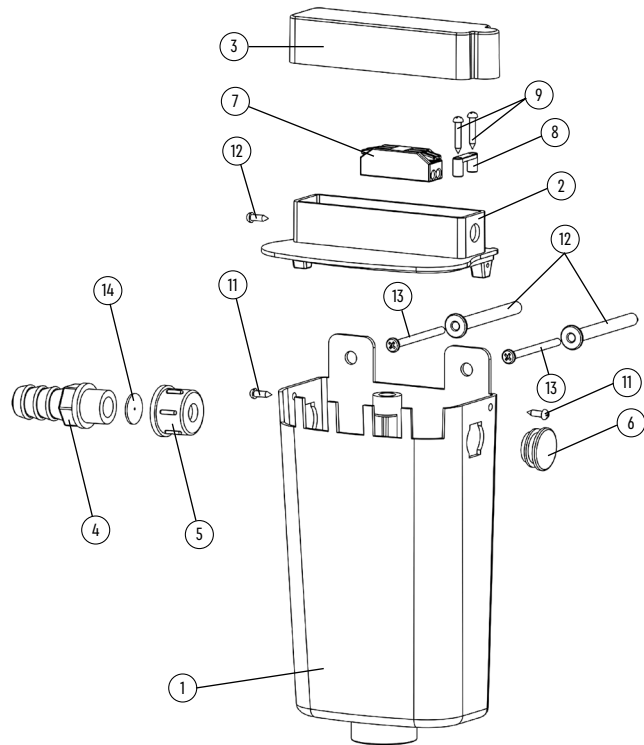

Рисунок 1.
3.4.2. Зніміть кришку (3) «Рисунок 1» після видалення бічного гвинта (10).
1.4. Випаровувач Конденсату не повинен бути заживлений постійним струмом. Рисунок 1.
Даний пристрій був розроблений для роботи з конденсатом, який надходить з кондиціонера через штуцер (4) (рисунок 1). Зазначений штуцер може бути розміщений в будь який з двох отворів на корпусі Випаровувача, вибір якого буде залежати від того, де знаходиться вихідний патрубок (дренажна трубка) від кондиціонера. А в інший отвір підключаємо зливний патрубок для відведення води при переповненні (при відключенні Випаровувача). Ця варіація робить монтаж практичнішим і простішим.